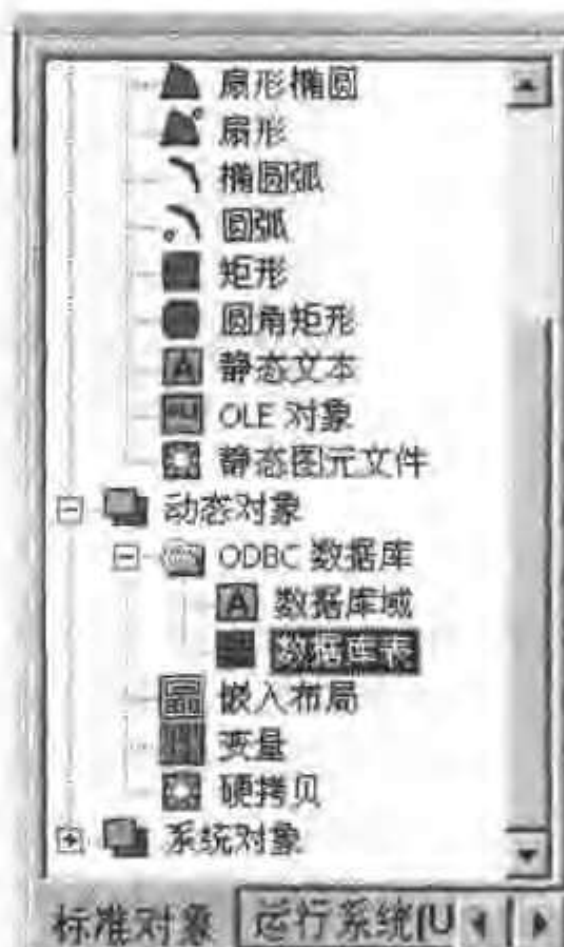

图 9-23 报表对象管理器
- 在对象管理器中,单击“标准对象”选项卡中的动态对象,选择“动态对象”>“ODBC 数据库”>“数据库表”,如图 9-23 所示。